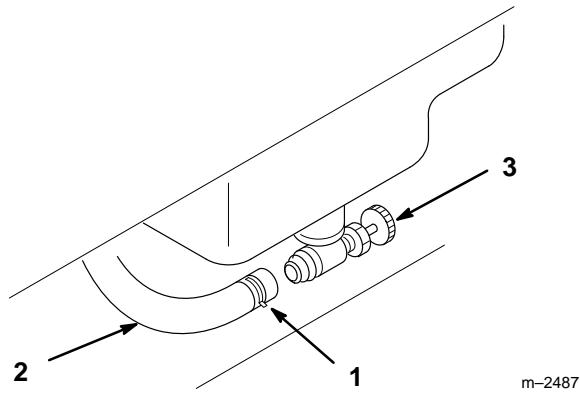

Figure 40
3. Desserrer le collier de fixation de la conduite d'alimentation et le faire glisser sur la conduite pour l'éloigner du robinet (Fig. 40).
4. Détacher du robinet la conduite d'alimentation (Fig. 40). Un peu d'essence s'écoule lorsqu'on débranche le flexible du robinet. Raccorder un flexible d'un D.I. de 5/16" (8 mm) au robinet pour faciliter l'écoulement de l'essence dans un récipient. Ouvrir le robinet et laisser l'essence s'écouler dans un bidon ou un bac de vidange.
5. Reconnecter la conduite d'alimentation au robinet d'essence. Faire glisser le collier jusqu'au robinet pour fixer la conduite d'alimentation (Fig. 40). Le robinet doit normalement rester ouvert, sauf lors d'entretiens du système d'alimentation ou du transport du tracteur sur une remorque.